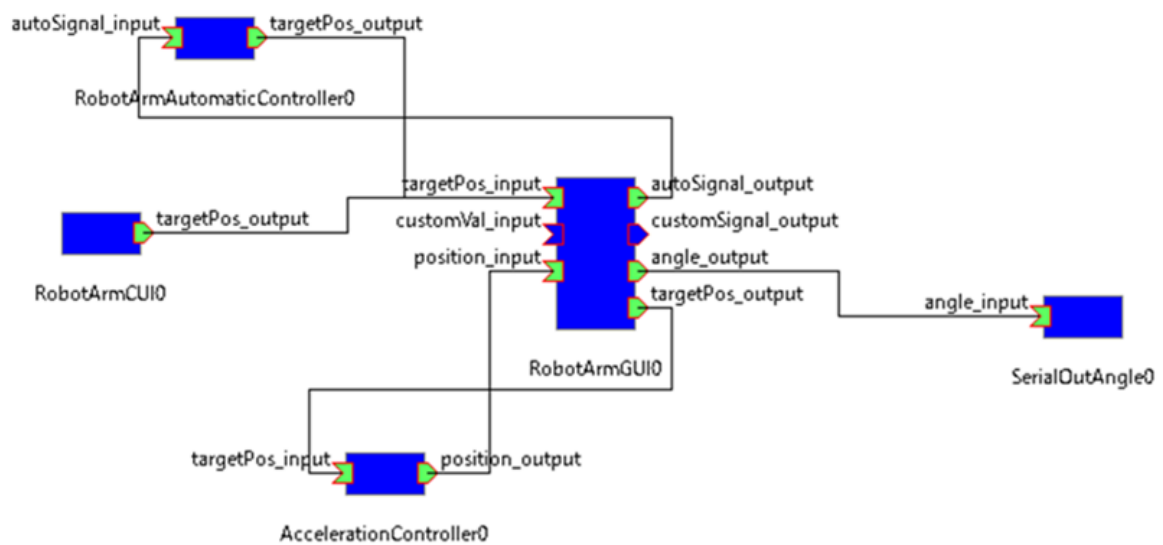
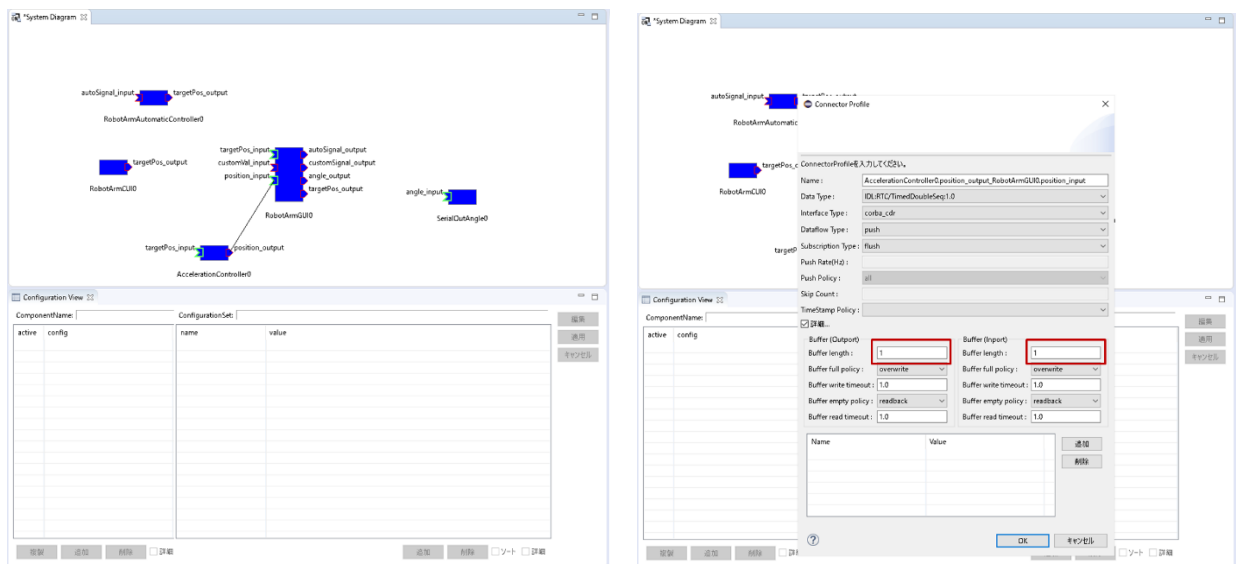

図 14 コンポーネント接続図
図 15 Buffer length の設定
- ⑥ 「Open New System Editor」をクリック。右ウィンドウに「System Diagram」が表示される。
- ⑦ 「NameServerView」に表示された 5 つコンポーネント (RobotArmGUI, RobotArmCUI, RobotArmAutomaticController, AccelerationController, SerialOutAngle) を「System Diagram」にドラッグ&ドロップする。
- ⑧ 図 14 のようにコンポーネントを接続する。データポート間でドラッグ&ドロップして、表示されるダイアログは「OK」を選択する。ただし、RobotArmGUI と AccelerationController を接続するときは、表示されたダイアログの「詳細」にチェックマークを入れ、「Buffer length」を 1 に設定してから OK を選択する（図 15）。